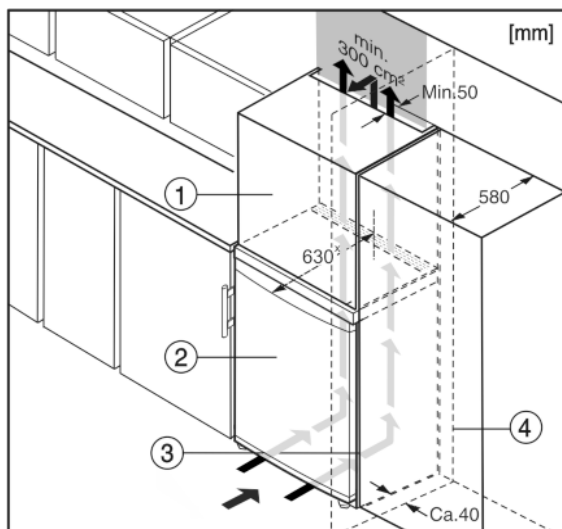

Fig. 5
- (1) Aufsatzschrank
- (2) Gerät
- (3) Küchenschrank
- (4) Wand
Das Gerät kann mit Küchenschränken umbaut werden. Um das Gerät Fig. 5 (2) der Küchenzeilenhöhe anzugleichen, kann über dem Gerät ein Aufsatzschrank Fig. 5 (1) angebracht werden.
Beim Umbau mit Küchenschränken (Tiefe max. 580 mm) kann das Gerät direkt neben dem Küchenschrank Fig. 5 (3) aufgestellt werden. Das Gerät steht seitlich 34 mm* und in der Gerätemitte 50 mm* gegenüber der Küchenschrankfront vor.
Wenn das Gerät mit den Scharnieren neben einer Wand Fig. 5 (4) aufgestellt wird, muss der Abstand zwischen Gerät und Wand mindestens 40 mm betragen. Dies entspricht dem Griffüberstand bei geöffneter Tür.